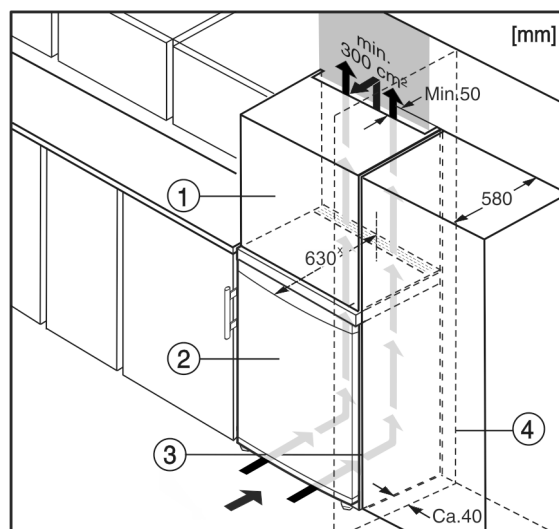

Fig. 10
- (1) Pealiskapp*
- (2) Seade*
- (3) Köögikapp*
- (4) Sein*
Seadet saab köögikappidega ümbritseta. Kohandamiseks seadet Fig. 10 (2) köögitasapinna kõrgusele, saab seadme kohale paigaldada pealiskapi Fig. 10 (1).
Köögikappidesse sisseehitamisel (sügavus max 580 mm) võib seadme vahetult köögikapi Fig. 10 (3) kõrvale üles panna. Seade ulatub 34 mm * ja seadme keskoht 50 mm * köögikapi esiküljest ettepoole.*
Kui seade pannakse šarniiridega seinale Fig. 10 (4) kõrvale üles, siis tuleb pidada kinni seadme ja seinavahekaugusest vähemalt 40 mm. See vastab käepideme üleulatusele avatud ukse korral.*